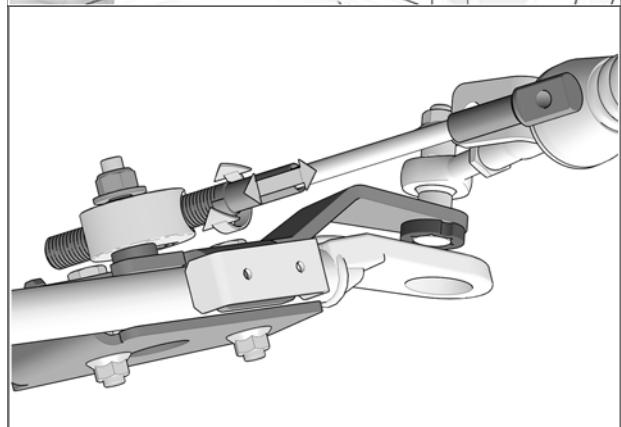

Fig. 22
11. A l'assemblage, les bagues espaciers (**C5**) doivent être graissées. Appliquer une couche de graisse unifor me sur toute la circonference de la bague espacier et dans le logement de l'extremité en aluminium (**C1**). Voir la Fig. 22